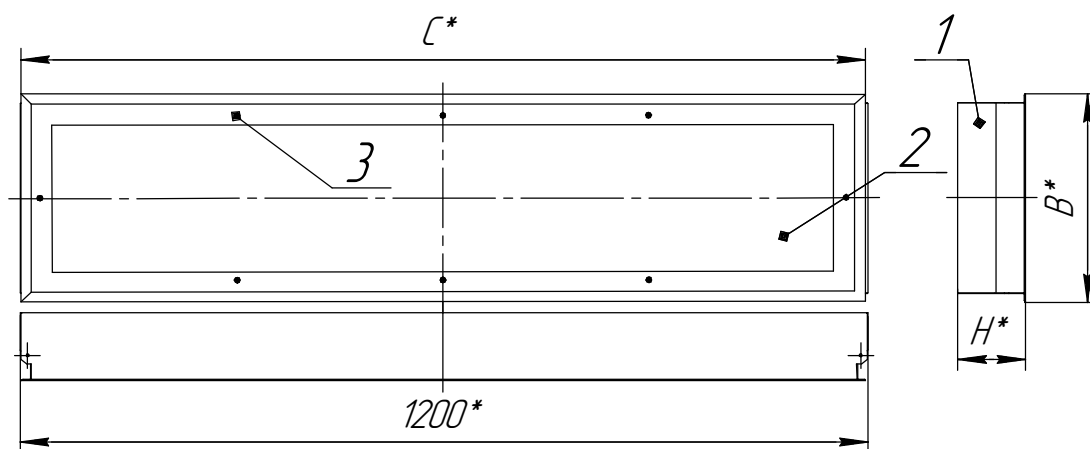

Рисунок 1: 1. Корпус в сборе, 2. Обечайка в сборе. 3. Винт
4.1 Светильник состоит: из корпуса в сборе поз.1, в котором размещена электрическая схема; обечайка в сборе поз.2 которая закреплена на корпусе в сборе при помощи винтов поз.3 рисунок 1.
6.2. Снимите обечайку в сборе поз.2 рисунок 1 предварительно открутив 8 винтов поз.3.
6.7. Установите обечайку в сборе поз.2 рисунок 1 на корпус в сборе поз.1, и закрутить 8 винтов поз.3.